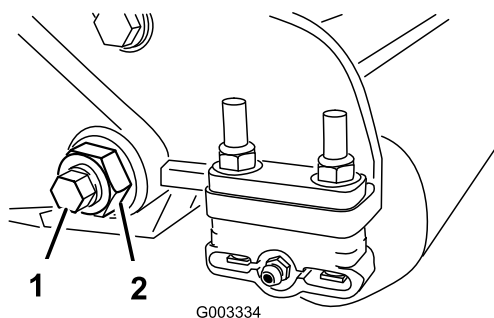
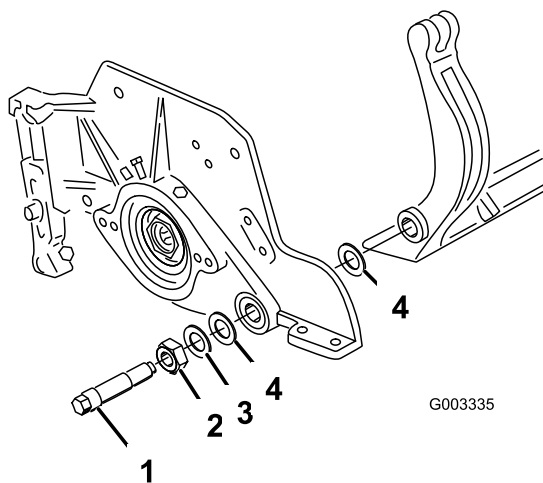

Figure 33
Figure 34
3. De chaque côté de la machine, desserrez le contre-écrou de fixation du boulon de la barre d'appui (Figure 33).
4. Retirez les boulons de la barre d'appui de façon à pouvoir abaisser la barre et la déposer de la machine (Figure 33). Mettez de côté les 2 rondelles en nylon et la rondelle en acier estampé situées de chaque côté de la barre d'appui (Figure 34).
2. Fixez la barre d'appui sur chaque plaque latérale avec les boulons (munis d'écrous) et 6 rondelles. Une rondelle en nylon doit être placée de chaque côté du bossage de la plaque latérale. Placez une rondelle en acier à l'extérieur de chaque rondelle en nylon (Figure 34). Serrez les boulons de la barre d'appui à 37-45 Nm. Serrez les contre-écrous jusqu'à ce que les rondelles en acier extérieures cessent de tourner et qu'il n'y ait plus de jeu axial ; toutefois, ne serrez pas excessivement et ne fléchissez pas les plaques latérales. Les rondelles peuvent présenter un espace à l'intérieur.